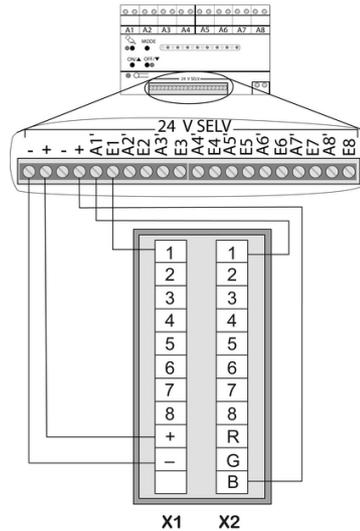
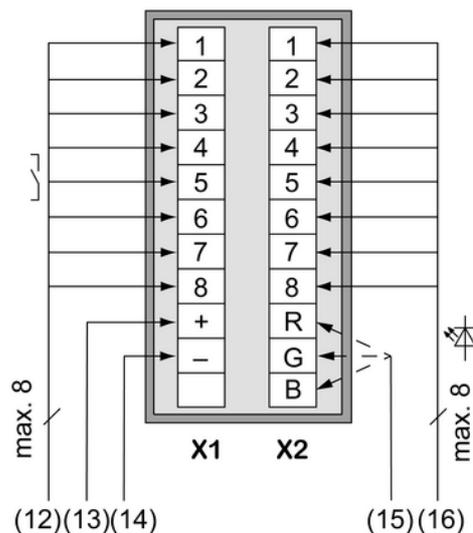

Рисунок 3: Пример подключения канала 1 со светодиодом состояния и синим светодиодом работы.
Рисунок 4: Пример подключения модуля датчиков касания, 4-кратный
- (6) Модуль датчиков касания
- (7) Крышка поля для надписи
- (8) Крепежные винты, пластмасса
- (9) Кнопки
- (10) Соединительный провод, макс. 19-жильный
- (11) Винты розетки
- Опорное кольцо (4) установить в правильном положении на розетку прибора. Соблюдать маркировку **TOP** = Верх. Использовать исключительно прилагаемые винты для розеток (11).
- Установите рамку (5) на опорное кольцо.
- Подключить модуль датчиков касания (6) в соответствии с примером подключения к радиорелейной станции или станции светорегулятора (рисунок 3)(рисунок 4).